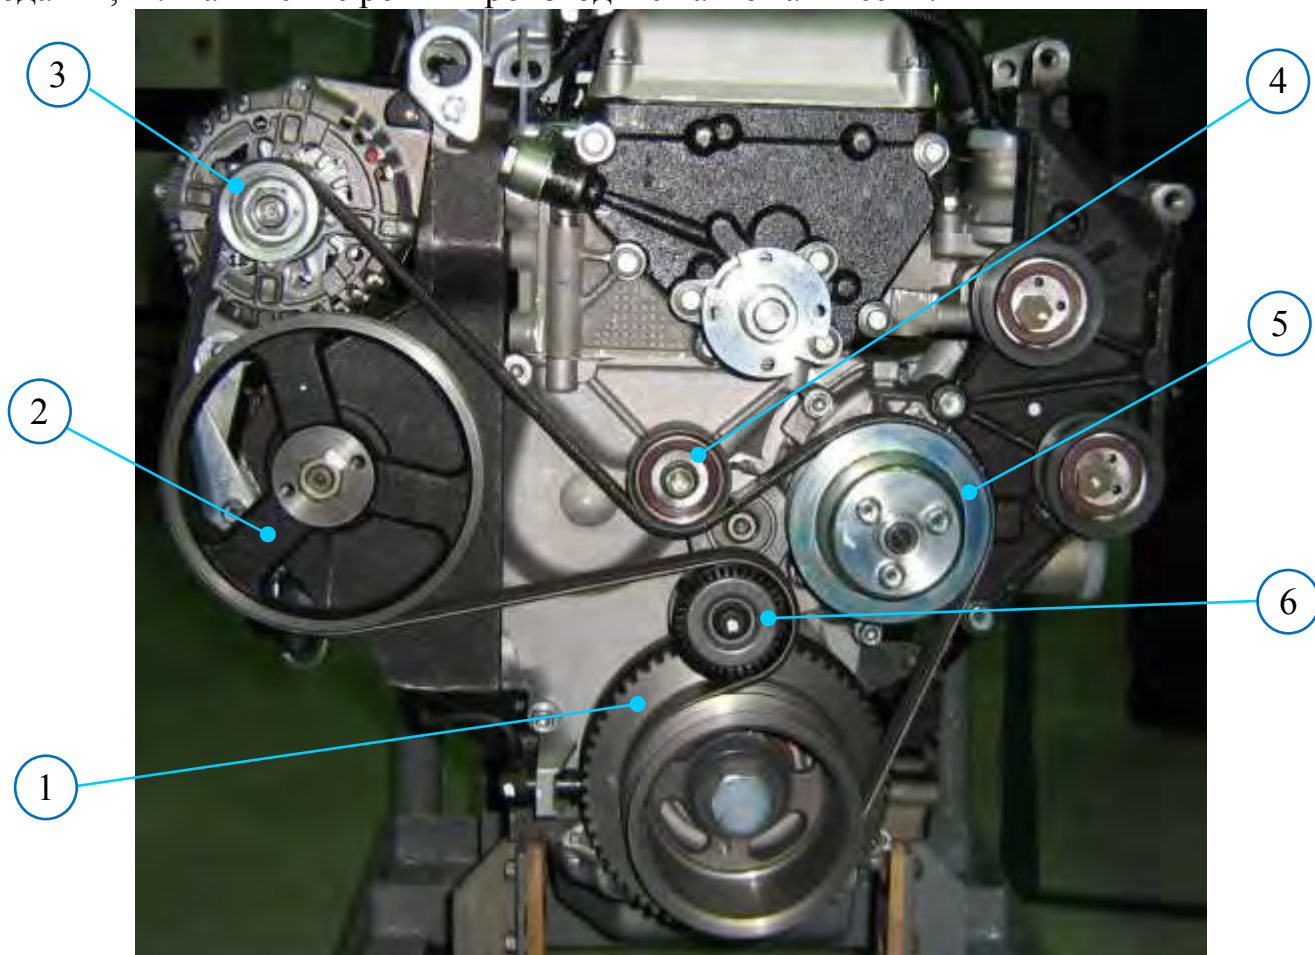

Рис.40. Привод водяного насоса, генератора и ТНВД:
**Привод водяного насоса** (рис.40) осуществляется от шкива коленчатого вала поликлиновым ремнем 51432.1308020 «6PK1600» (эффективная длина ремня 1600±5 мм) (рис.41) совместно с генератором и ТНВД. Передаточное отношение привода – 1,11. Натяжение ремня производится автоматически.
Привод ТНВД осуществляется поликлиновым ремнем привода агрегатов от шкива коленчатого вала. Натяжение ремня производится автоматически механизмом натяжения ремня (рис.40, 43).